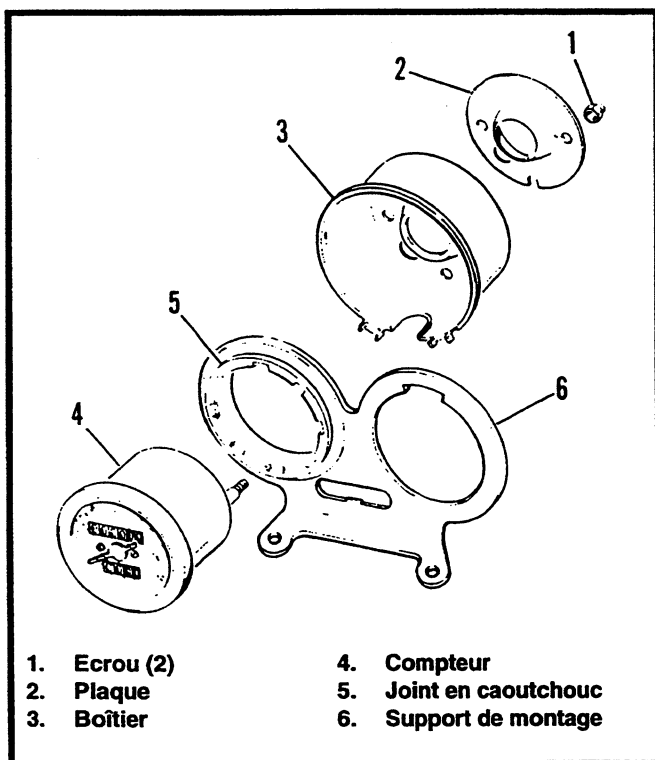

Figure 2-51. Indicateur de vitesse et compte-tours
2. Voir Figure 2-51. Sur l'indicateur de vitesse et le compte-tours, retirez les écrous (1), la plaque (2), et le boîtier (3) de l'arrière du compteur (4).